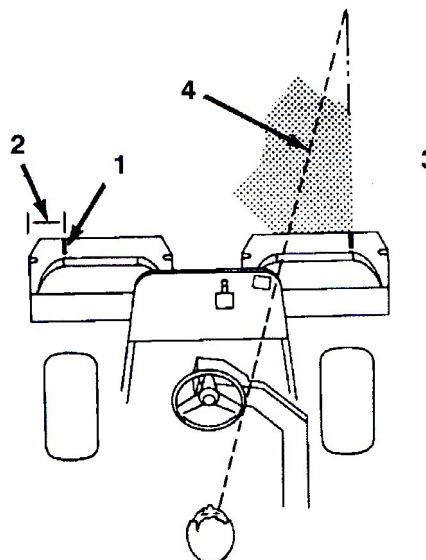

図 39
1. 各集草箱の外側端から 12.7 cmを測る（図39）。
2. その位置に白色テープか白ペンキで集草箱の縁と平行に目印を入れる（図39）。